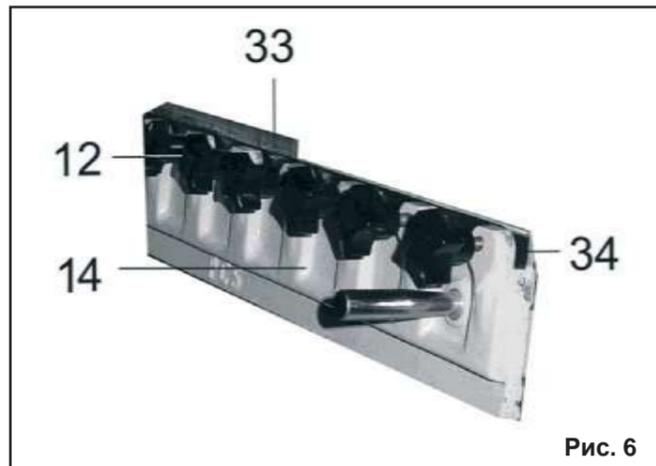

Рис. 6
10.1. Подготовка к работе (Рис. 6, 7)